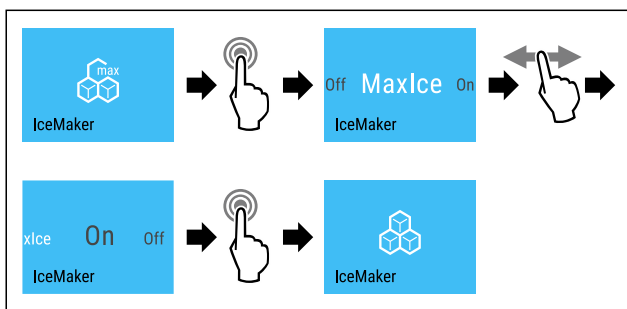

Fig. 19
► Wykonać czynności (patrz Fig. 19).